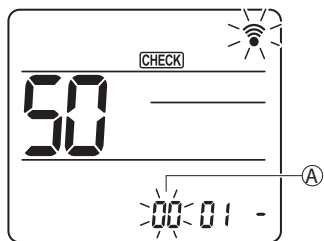
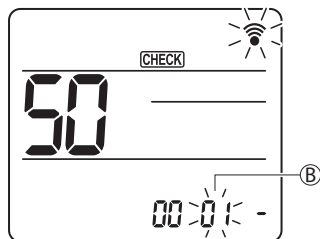

Рис. 3-2
Рис. 3-3
- ② **Установка номера блока.**
Нажимайте кнопку **[↓]**, чтобы установить номер блока (A) (рис. 3-2). Направьте беспроводной пульт управления на приемник ИК-сигналов внутреннего блока и нажмите кнопку **[SET]**.
- ③ **Выбор режима.**
Нажимайте кнопку **[↓]** для установки номера режима (B) (рис. 3-3). Направьте беспроводной пульт управления на приемник ИК-сигналов внутреннего блока и нажмите кнопку **[SET]**.